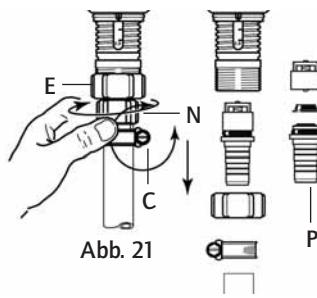

Abb. 21
- Beim Ansaugshschlauch Ø 20 (Option V) die auf dem Schlauch befindliche (**Fig. 21-C**) Klemme mit einem Schraubenzieher lösen.